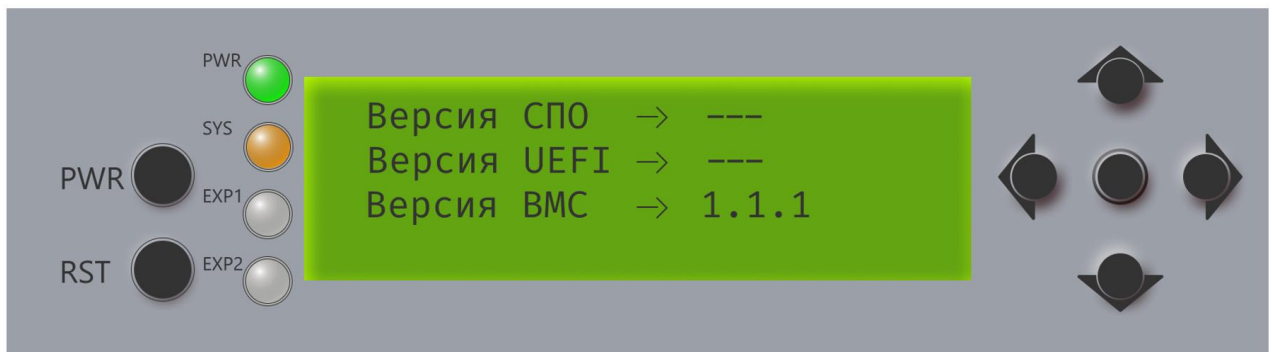

Рисунок 1.17 – Пример идентификации версии ПО при выключенной аппаратной платформе
- версии СПО и UEFI (Рисунок 1.17);